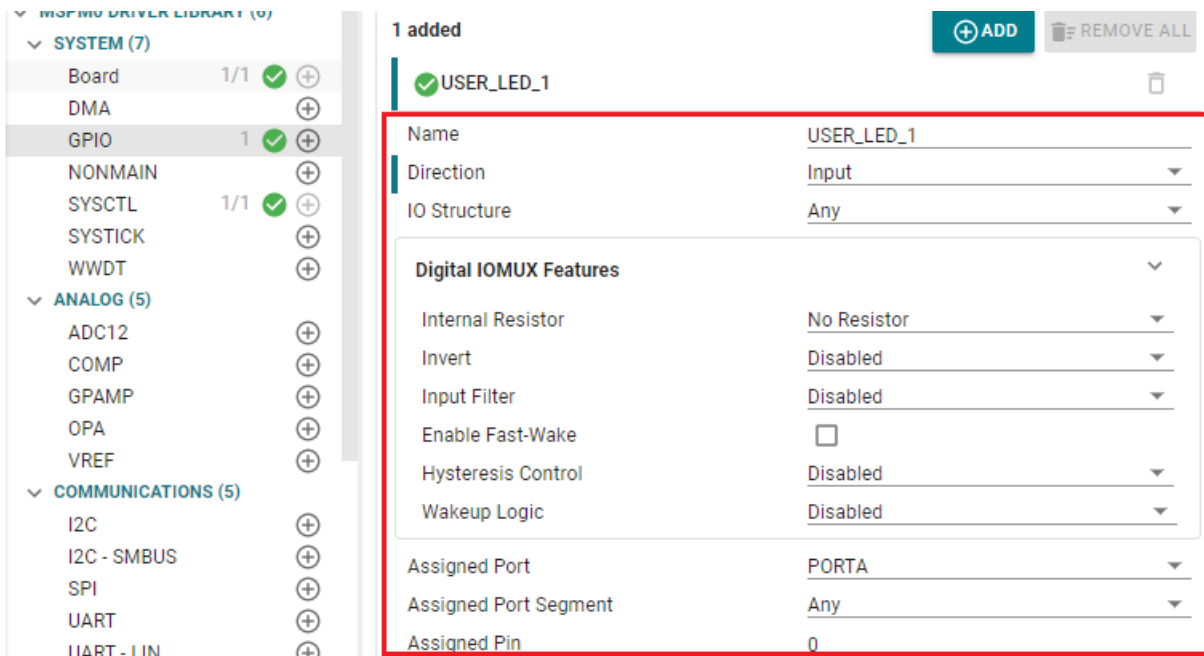

图 2-4. SysConfig 中的 GPIO 配置
- SysConfig 支持更全面的配置功能。与只能配置引脚排列或外设简单配置的 STM8CubeMX 不同，SysConfig 提供了更具体和详细的初始化配置。如图 2-4 所示，SysConfig 可以配置 GPIO 类型以及内部上拉/下拉电阻器等功能。